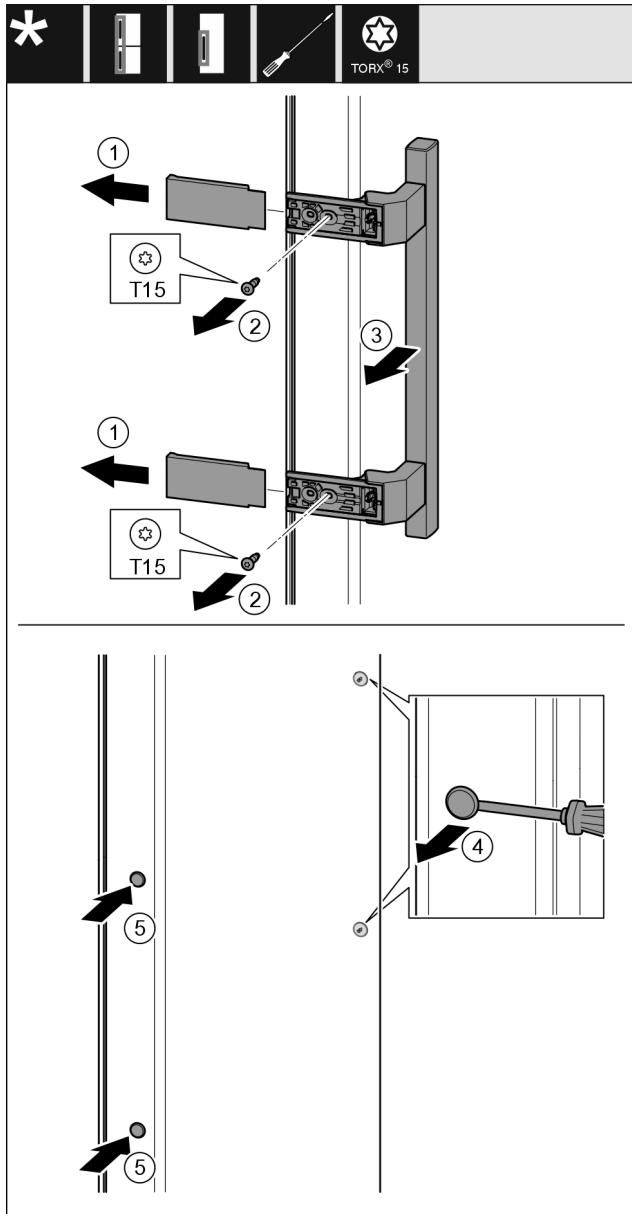

Fig. 20
- Noņemiet pārsegu Fig. 20 (1).
- Ar skrūvgriezi izskrūvējiet skrūves Fig. 20 (2).
- Noņemiet rokturi Fig. 20 (3).
- Paceliet uzmanīgi ar plakano skrūvgriezi un izvelciet ārā sānu aizbāzni Fig. 20 (4).
- Ievietojiet atpakaļ aizbāzni Fig. 20 (5) otrajā pusē.